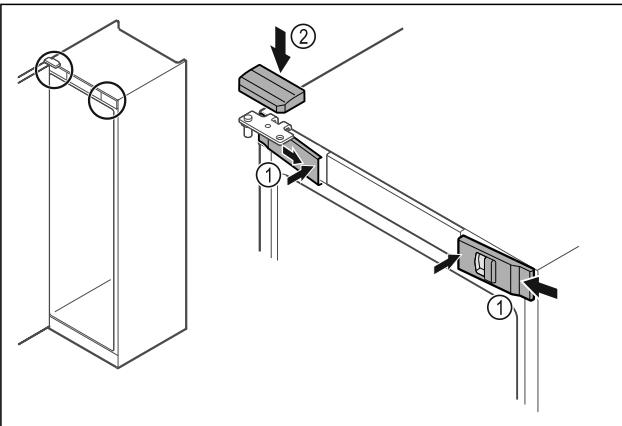

Fig. 55
- Obesite sprednje pokrove Fig. 55 (1) stransko in jih namestite v notranjosti, da se zaskočijo.
- Zgornji pokrov Fig. 55 (2) namestite z zgornje strani.